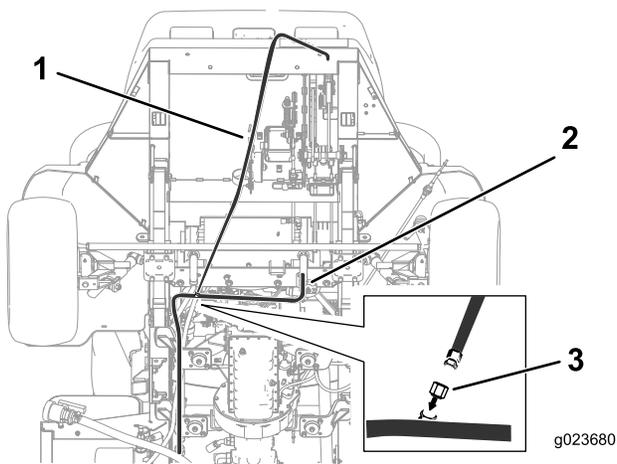

Figura 2
3. Rimuovete il flessibile idraulico dal gruppo tubi e posizionate il tappo del raccordo idraulico sulla valvola aperta (Figura 2).